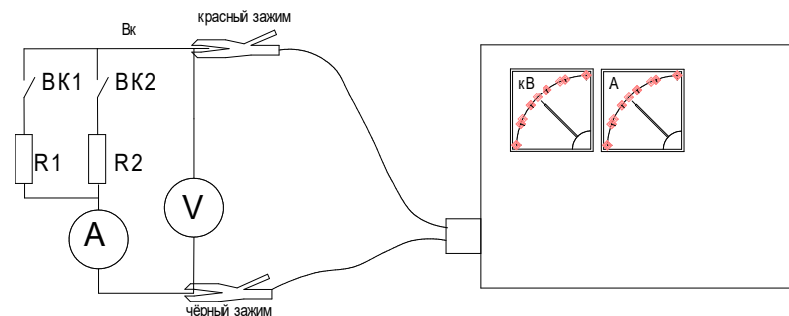

Рис.8. Соединения для выполнения поверки
- согласно схеме рис.8 подключить контрольные приборы, разомкнуть выключатели Вк1, ВК2;
- согласно схеме рис.8 подключить контрольные приборы, разомкнуть выключатели BK1, BK2;